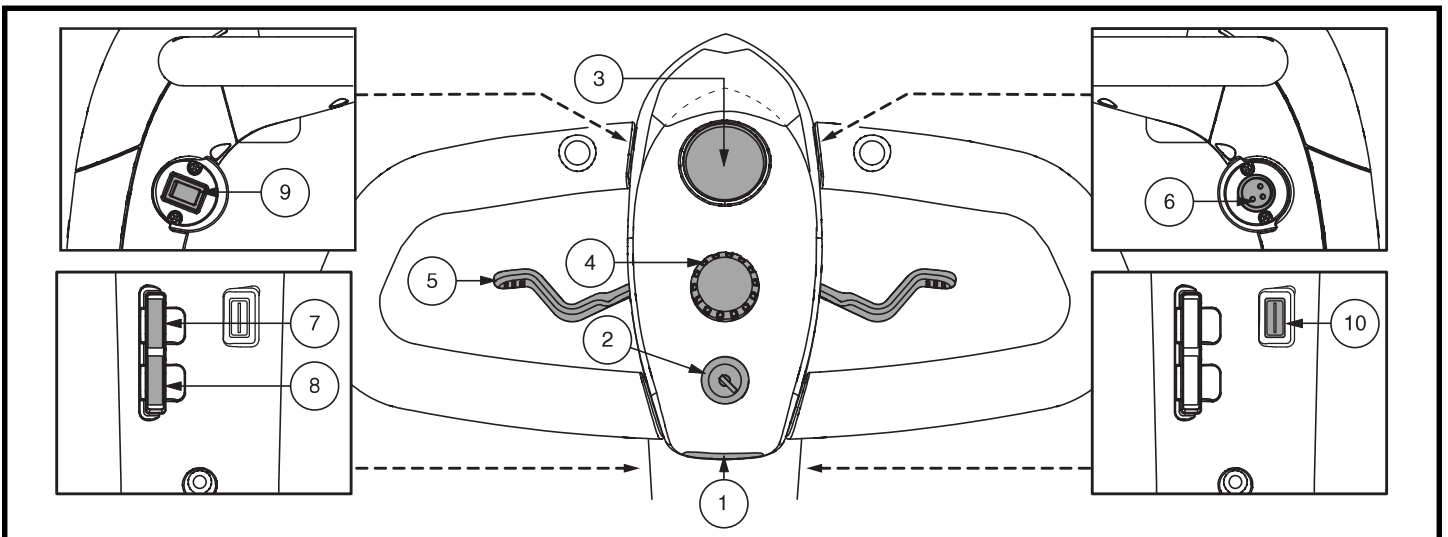

Abb. 5. Lenkerkonsole E (Modelle Jazzy ZTS)
*Ladegerät Netzkabel Steckdose (Lenkeranschluss) fungiert auch als Programmierhafen in Lenkerkonsole E und F (siehe Abb. 5 und 6).